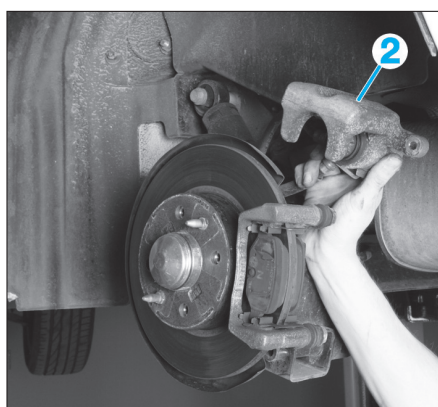

Fig. 16
- Extraire et accrocher l'étrier (2) (Fig.16).